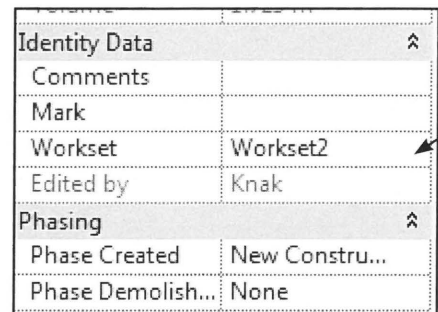

Fig. 16.32.
- Marker væggen og se i *Properties* (Fig. 16.32). Her er nu information om hvilket Workset den er oprettet i, samt hvilken bruger der har oprettet den.